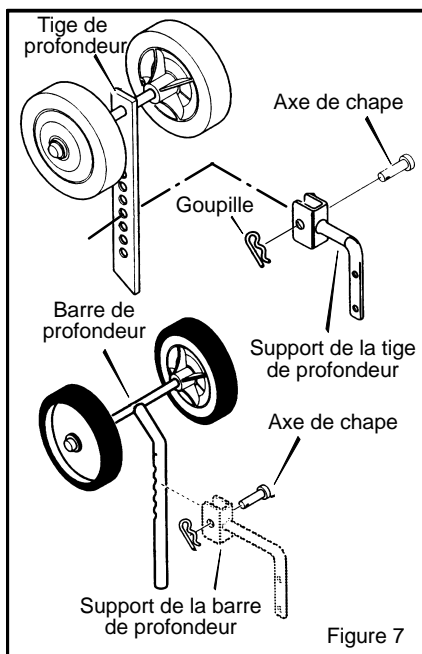

Figure 7
1. Retirez la **goupille** et l'**axe de chape** de la **tige de profondeur** ou de la **barre de profondeur** (voir la Figure 7).